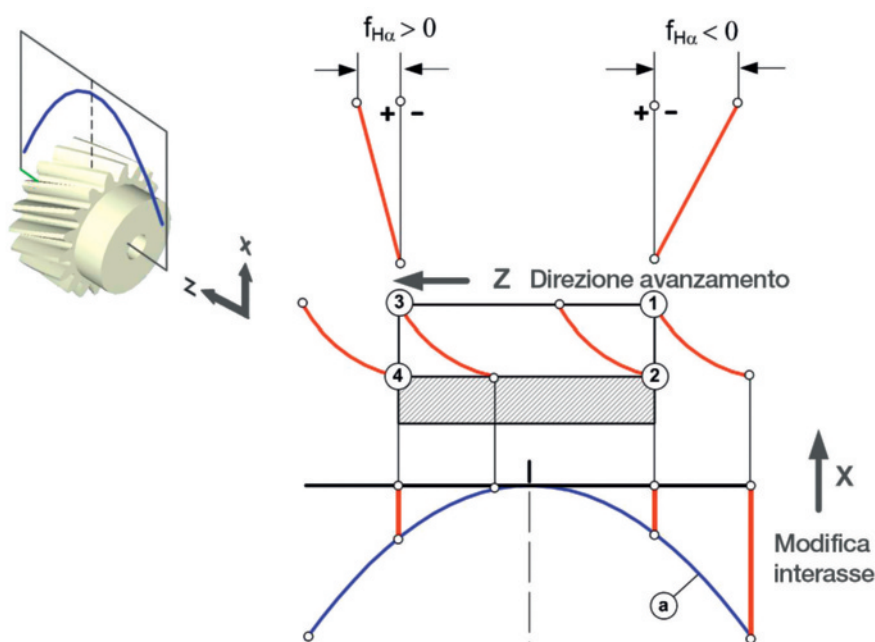

Fig. 3 - Formazione dello svergolamento.
Le modificazioni sull'elica si ottengono, di regola, variando l'interasse tra la mola ed il pezzo sulla direzione della fascia dente. Nelle dentature elicoidali vi è una linea di contatto tra la mola e il pezzo che non è sulla sezione del dente ma ha uno sviluppo in direzione della fascia del dente (fig. 3). La mola si muove nella direzione della fascia dente portando in contemporanea una modifica dell'interasse e viene di conseguenza in contatto con la testa del dente ①. Su tale linea di contatto vi è un relativo ampio svergolamento che sul quel punto ① asporta molto materiale. Muovendosi ulteriormente la mola in direzione della fascia dente raggiunge la linea di contatto sul punto ② dove vi è un minore svergolamento. Nella rettificazione a profilo
Con le deformazioni sulle coppie dentate sotto carico, gli assi in rotazione delle ruote ingranate non ruotano più su assi paralleli con conseguente contatto sugli spigoli dei fianchi del dente. Si cerca di ridurre i carichi sui denti e di migliorare il rapporto di rotazione applicando correzioni di profilo e di elica e con mirati svergolamenti. Alcuni interventi dei costruttori di cambi sugli svergolamenti sono riportati in fig. 3.